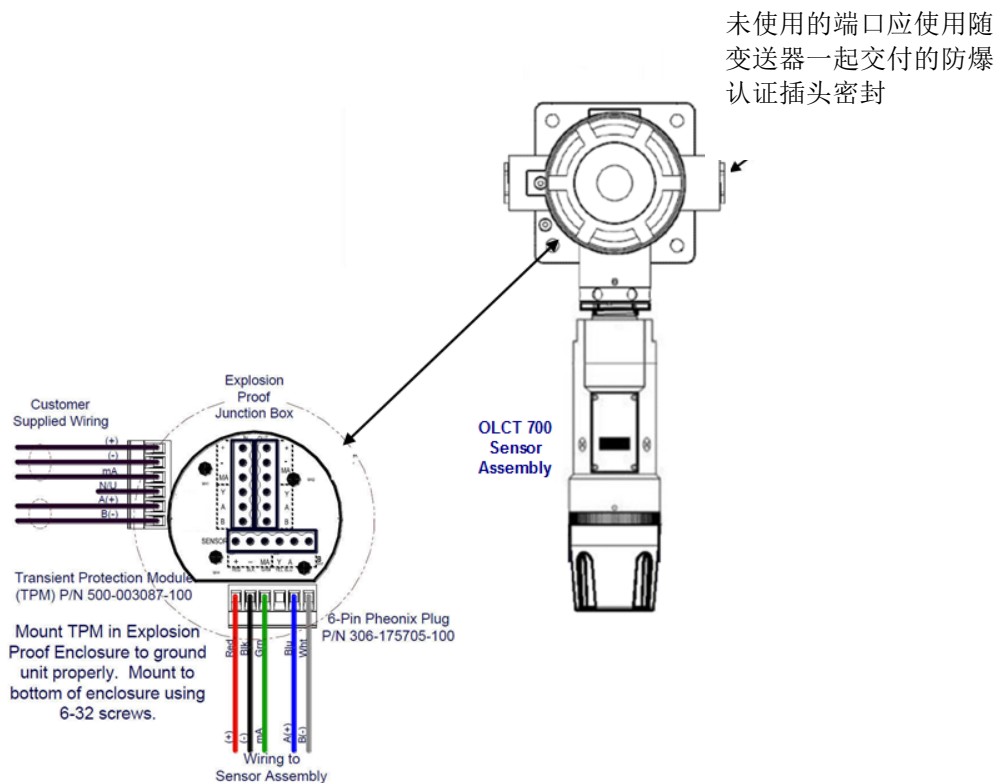
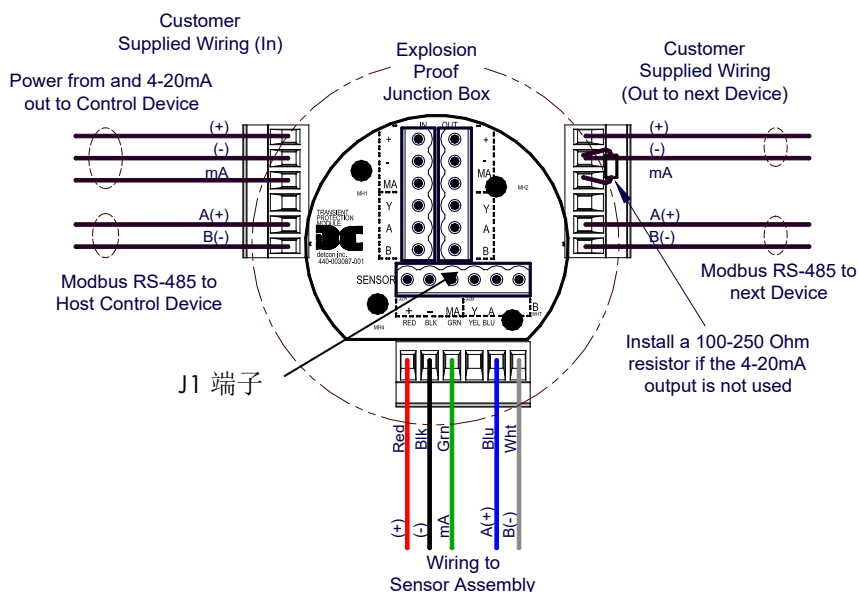

图 9: 典型安装
图 10: 检测仪线路连接
气体检测仪的正确电气安装对于符合电气规范和避免因漏水而损坏至关重要。有关正确的电气安装，请参阅图 9 和图 10。
a) 拆下接线盒盖。识别用于客户电线连接的接线端子（见图 10）。
- b) 观察正确的极性，根据图 10 所示细节，将 3 芯 4-20mA 现场接线（+、-、mA）端连接至检测仪接线端子。